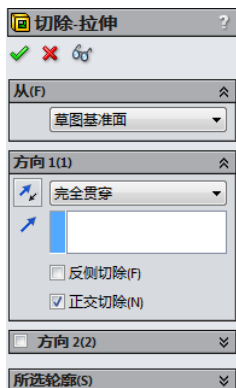

图 10-131 进行拉伸切除操作
⑧生成“拉伸切除”特征。单击“特征”工具栏中的“拉伸切除”按钮，或执行“插入”→“切除”→“拉伸”菜单命令，在属性管理器中方向1的终止条件中选择“完全贯穿”，如图10-131所示，单击“确定”按钮完成拉伸切除操作。